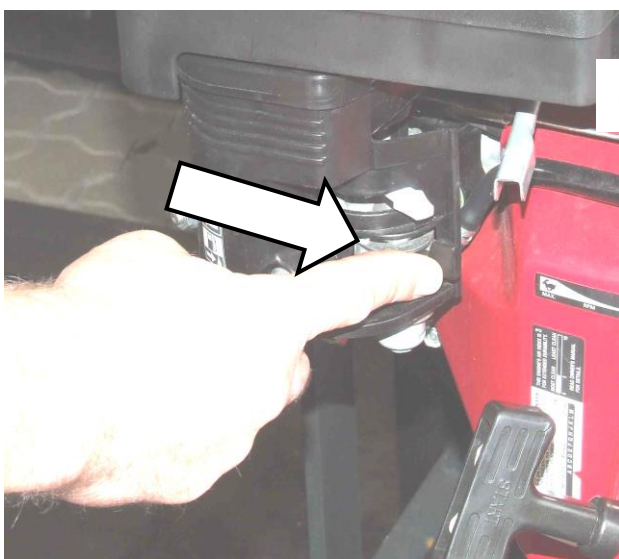

Abb. 2
- Gerät (PJ-1650-B) am Elektrostarter (1) einschalten. Schalter auf „ON“ stellen.
- Kraftstoffhahn u. Choke öffnen (Abb. 2)